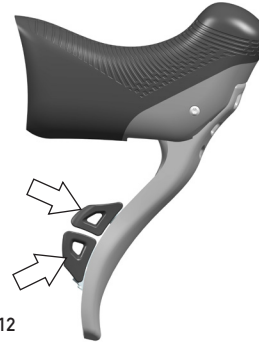

Fig.12
- Ao premir o manípulo inferior, o desviador traseiro desloca-se para cima (Fig.12).
- Ao premir o manípulo superior, o desviador traseiro desloca-se para baixo (Fig.12).